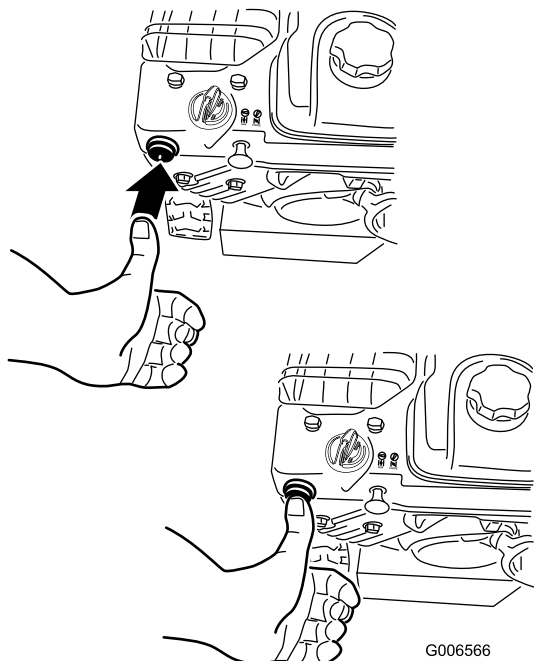

Figure 21
- Appuyez fermement à 2 reprises sur l'amorceur avec le pouce (à partir de -9 °C [15 °F]) ou à 4 reprises (en dessous de -9 °C [15 °F]), en marquant une pause d'une seconde chaque fois (Figure 21).